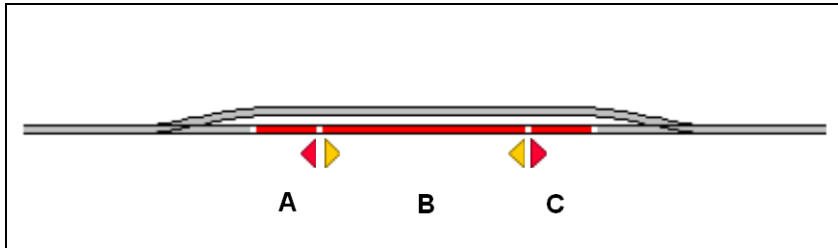
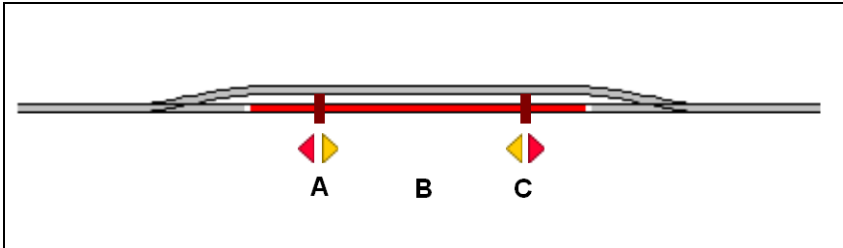
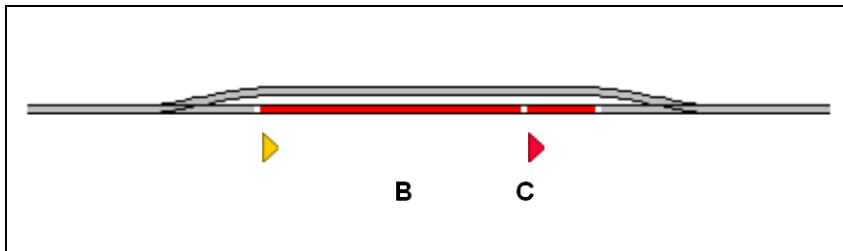

Abbildung 90: Block mit drei Dauerkontakten
Abbildung 91: Block mit Dauerkontakt und Momentkontakten
Abbildung 94: Block mit zwei Dauerkontakten
Abbildung 90 zeigt einen Block mit drei Dauerkontakten. Jeder dieser Melder ist verknüpft mit einem Kontaktmelder in der Software, die A, B und C genannt werden. Alle Melder werden in der Software im selben Block eingetragen. Der Block wird als belegt gemeldet, sobald ein Zug in den Abschnitt A von links oder in den Abschnitt C von rechts einfährt. Der Block bleibt belegt, bis der Zug den jeweils gegenüberliegenden Abschnitt verlassen hat. Melder A ist zusätzlich mit einer Haltemarkierung für Züge markiert, die nach links fahren. Melder C dient einer Haltemarkierung für nach rechts fahrende Züge. Die Züge werden jeweils an der Grenze zwischen B und A bzw. B und C angehalten. Der Melder B wird verwendet für Bremsmarkierungen für beide Richtungen. Züge beginnen abzubremesen, sobald sie in den Abschnitt B einfahren. Die Abschnitte A und C sollten lang genug sein, damit jeder Zug noch sicher vor Erreichen der nachfolgenden Weiche anhält. Auf der anderen Seite sollte jeder haltende Zug komplett in den Block passen. Aus diesem Grund müssen die Grenzen zwischen B und A bzw. C, wo Züge angehalten werden, nahe genug an der Grenze des gesamten Blockes liegen, damit Züge nicht zu früh anhalten und eventuell nicht mehr in den Block passen.
Aus rein technischer Sicht zeigt Abbildung 90 eine optimale Lösung. Der Block wird als belegt gemeldet, solange sich ein Zug in einer der drei überwachten Gleisabschnitte befindet. Zusätzlich wäre sogar eine Unterscheidung möglich, in welcher der drei Abschnitte A, B oder C sich ein Zug befindet. Versehentlich abgekuppelte oder geparkte Wagen können ggf. ebenfalls erkannt werden. Diese Methode ist aber auch relativ aufwendig, da Dauerkontakte vergleichsweise teuer sind und die Schienen an der Grenze jedes Gleisabschnittes für die Stromführung aufgetrennt werden müssen.
Abbildung 91 zeigt einen Block mit einem Dauerkontakt (B) und zwei Momentkontakten (A und C). Jeder ist mit einem Kontaktmelder in der Software verknüpft, die A, B und C genannt werden. Alle Melder werden in der Software beim selben Block eingetragen. Der Block wird als belegt gemeldet, sobald ein Zug aus beliebiger Richtung in den Abschnitt B einfährt. Der Block bleibt belegt, bis der Zug Abschnitt B wieder verlässt. Melder A wird mit einer Haltemarkierung für Züge verwendet, die nach links fahren. C mit einer Haltemarkierung für nach rechts fahrende Züge. Beide Melder werden zusätzlich auch mit einer Bremsmarkierung für die jeweils entgegengesetzte Richtung markiert. Die Positionen von A und C sollten gewährleisten, dass Züge rechtzeitig vor Erreichen der Weichen anhalten. Auf der anderen Seite sollte der längste Zug in den Block passen, falls er hier halten muss. Aus diesem Grund müssen A und C als Haltepunkte nahe genug an der Grenze des gesamten Blockes liegen, damit Züge nicht zu früh anhalten und eventuell nicht mehr in den Block passen.
Die Konfiguration in Abbildung 91 ist normalerweise preiswerter als die aus Abbildung 90, da Momentkontakte normalerweise nicht so teuer wie Dauerkontakte sind. Zu beachten ist aber auch, dass Momentkontakte häufig nicht so zuverlässig arbeiten wie Dauerkontakte.
Abbildung 94 wurde abgeleitet aus Abbildung 90 durch Weglassen des Melders A. Es wird angenommen, dass der Block nur von links nach rechts durchfahren wird. B ist mit einer Bremsmarkierung und C mit einer Haltemarkierung ausgestattet für Züge, die nach rechts fahren.
Die hier vorgestellten Konfigurationen sind nur Beispiele. Situationen wie in Abbildung 94 können auch mit Momentkontakten statt Dauerkontakten oder mit einer Mischung aus beidem gelöst werden ähnlich wie Abbildung 91. Auch andere Konfigurationen sind denkbar. Es gibt keinen besten Weg, einen Block mit Meldern auszustatten. Die optimale Lösung hängt nicht nur von den technischen Anforderungen, sondern auch von dem bei Ihnen bereits vorhandenen Material ab und davon, wie viel Sie für neues Zubehör auszugeben gedenken.